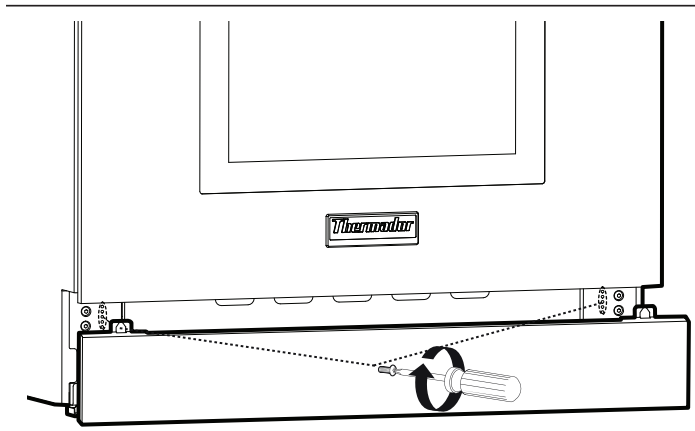

Figura 24: Ajuste del rodapié
2. Coloque el rodapié en una de las cinco posiciones de los agujeros para los tornillos, como se ve en la *Figura 24*. Reinstale los tornillos Torx.